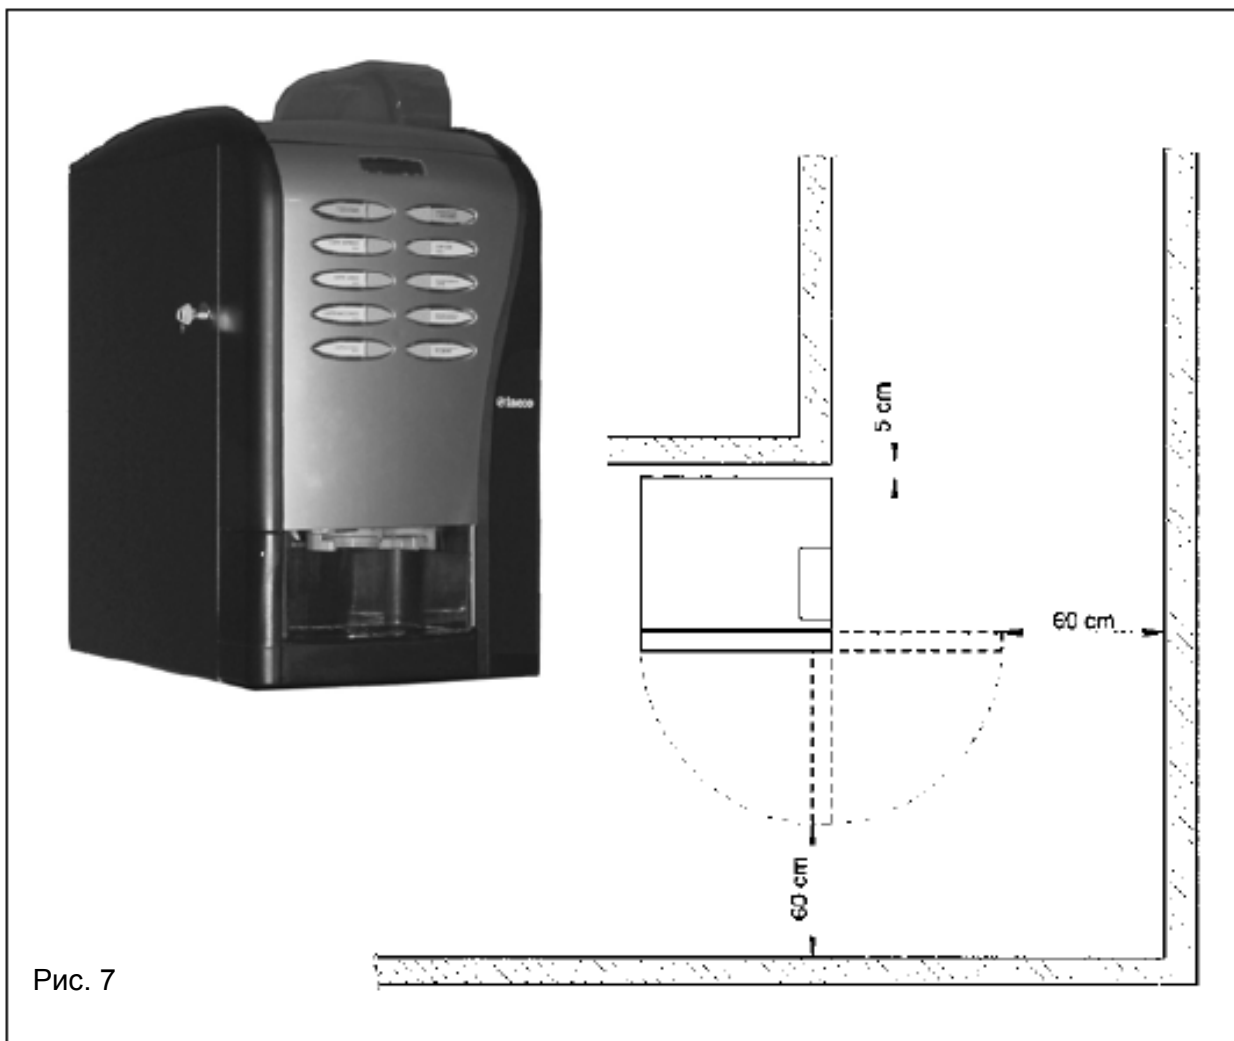

Рис. 7
- При размещении у стены расстояние между автоматом и стеной должно быть не менее 5 см (рис. 7) для обеспечения нормальной вентиляции. Ни в коем случае не накрывайте автомат материей и т.д.
Saeco International Group снимает с себя ответственность за проблемы, возникшие в связи с несоблюдением правил сборки. При установке в коридорах аварийной эвакуации убедитесь, что автомат при открытой дверце оставляет достаточно место для прохода людей (рис. 7) Во избежание загрязнения пола в результате случайного пролива напитков установите под автоматом покрытие достаточной площади.